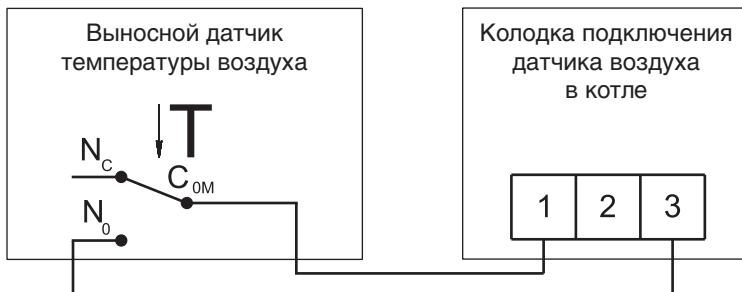

Рис. 5. Схема подключения датчика температуры воздуха
2. Подключить выносной датчик температуры воздуха или хромотермостат к клеммам 1, 3 по схеме (рис. 5).